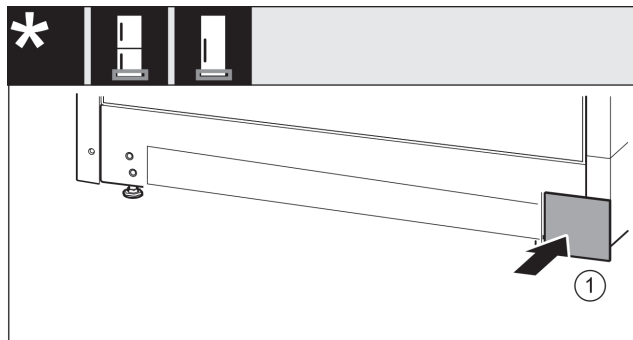

Fig. 18
- Kryt Fig. 18 (1) opět nasadte na druhé straně.